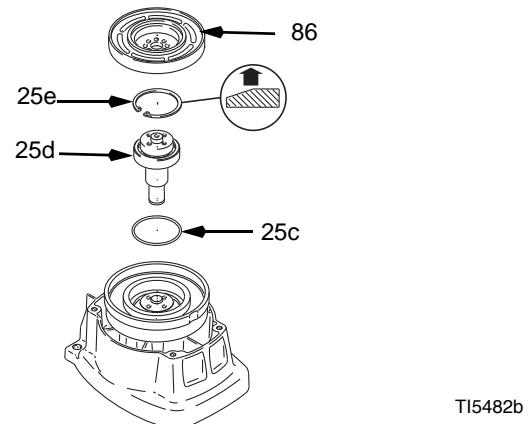

Рис. 6
- Рис. 6. Снимите стопорное кольцо (25e).
- Рис. 6. Проверьте и, в случае отсутствия или повреждения уплотнительного кольца (25c), замените.